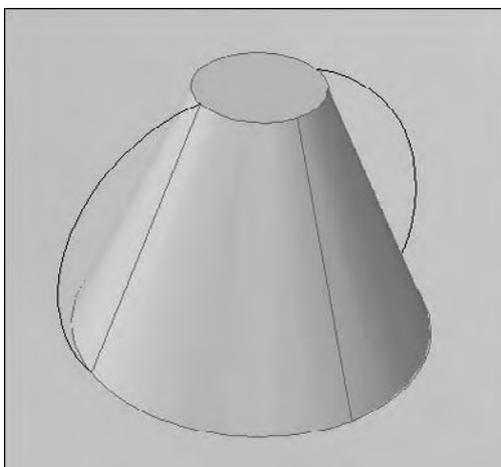
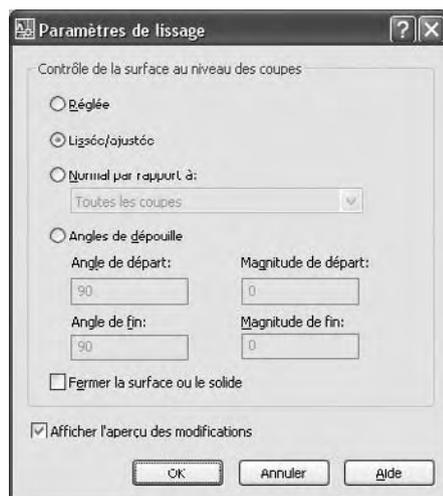

Fig.4.22
Fig.4.23
- **Coupes uniquement** (Cross-sections only) : permet de ne prendre en compte que les coupes (fig.4.22) et affiche la boîte de dialogue Paramètres de lissage (Loft Settings) pour définir d'autres paramètres (fig.4.23).